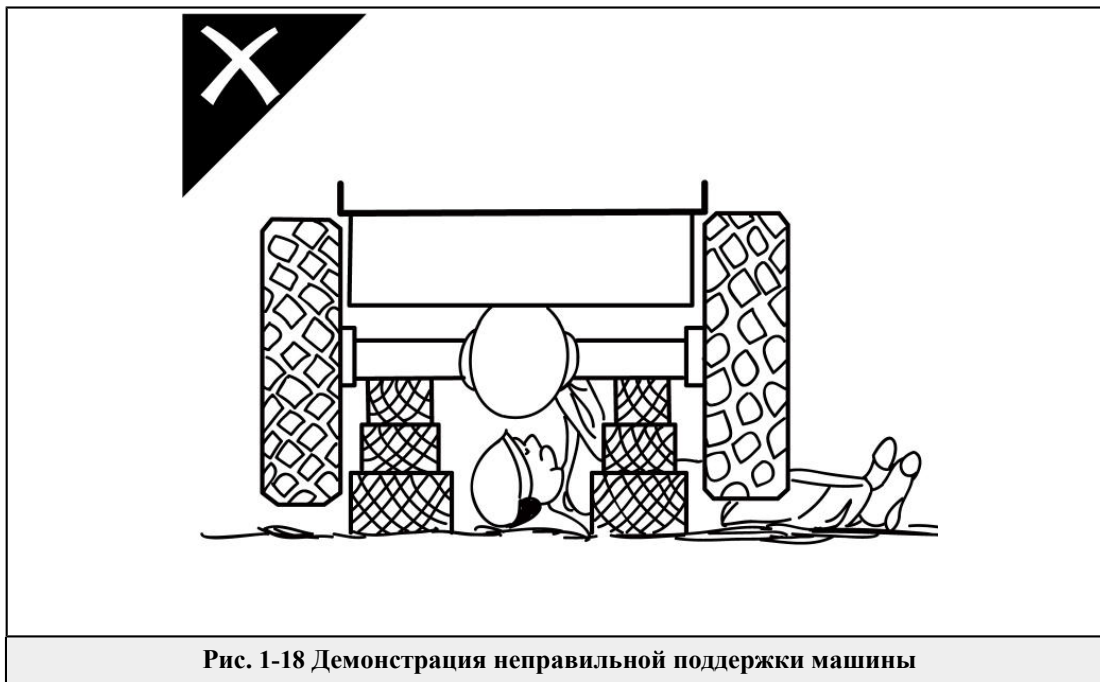

Рис. 1-17 Схема блокировки шарнирного соединения
- Механизмы блокировки передней и задней рамы должны находиться в заблокированном состоянии (Рис. 1-17).